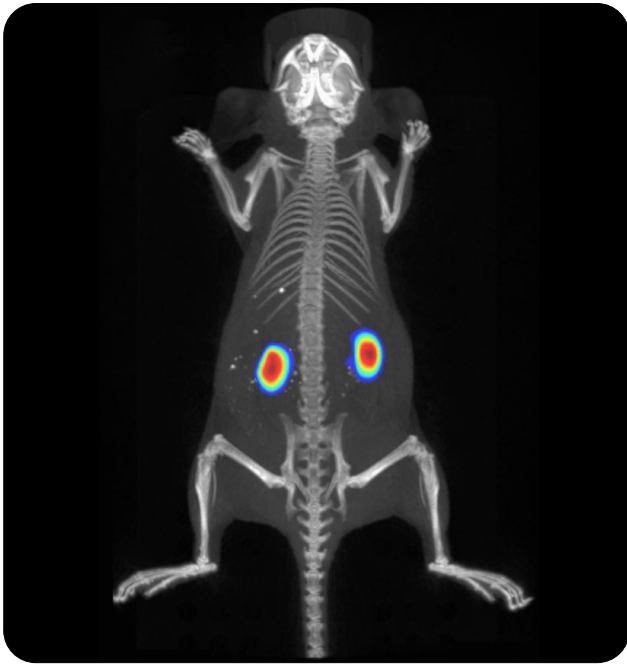

图 11: 使用 IVISense™ 叶酸受体荧光探针，利用光学成像和 CT 成像，评估肾脏中的叶酸清除率
为实现最大易用性和灵活性，IVIS SpectrumCT 2 系统集成了 IVIS Spectrum 2 的所有功能，增加了集成式低剂量计算机断层扫描 (CT)，从而将功能成像和结构成像整合到单个系统中 (图 11)。